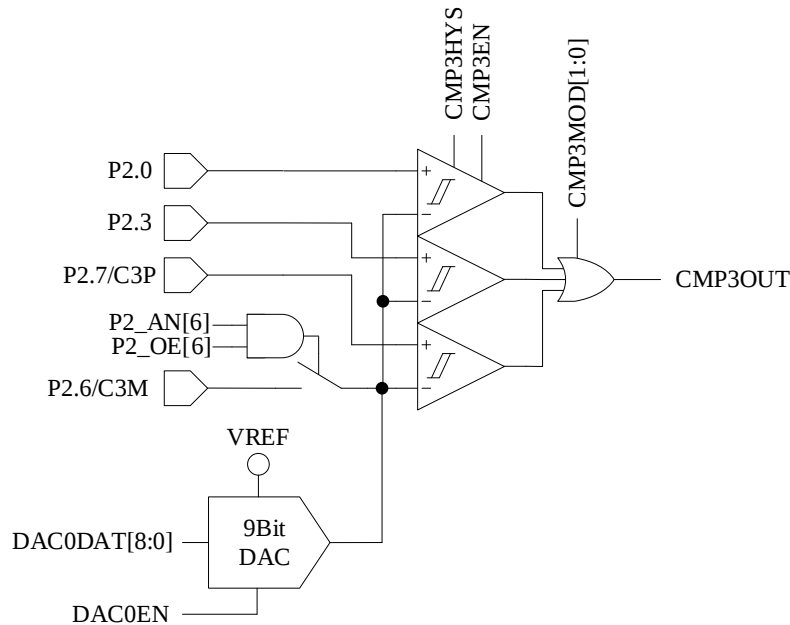

图 28-4 三比较器输入模式
- 配置 CMP_CR1[CMP3MOD] = 1X，CMP3 为三比较器输入模式，具体输入输出端口及接法如图 28-4 所示